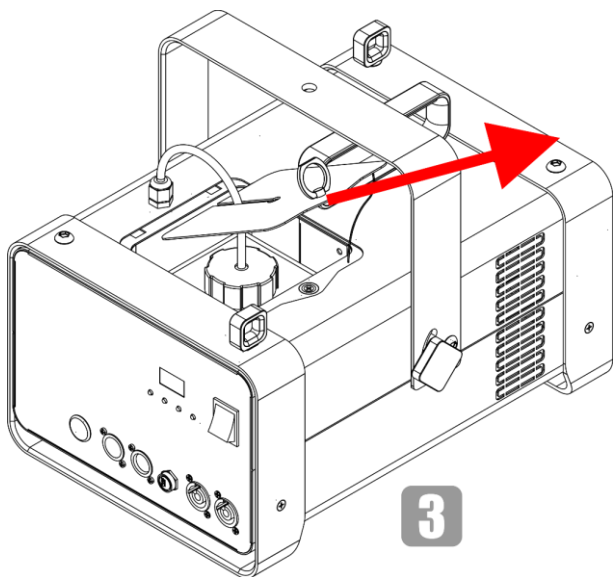

Abb. 23
- 03) Entfernen Sie den Servicedeckel (siehe Abb. 23).